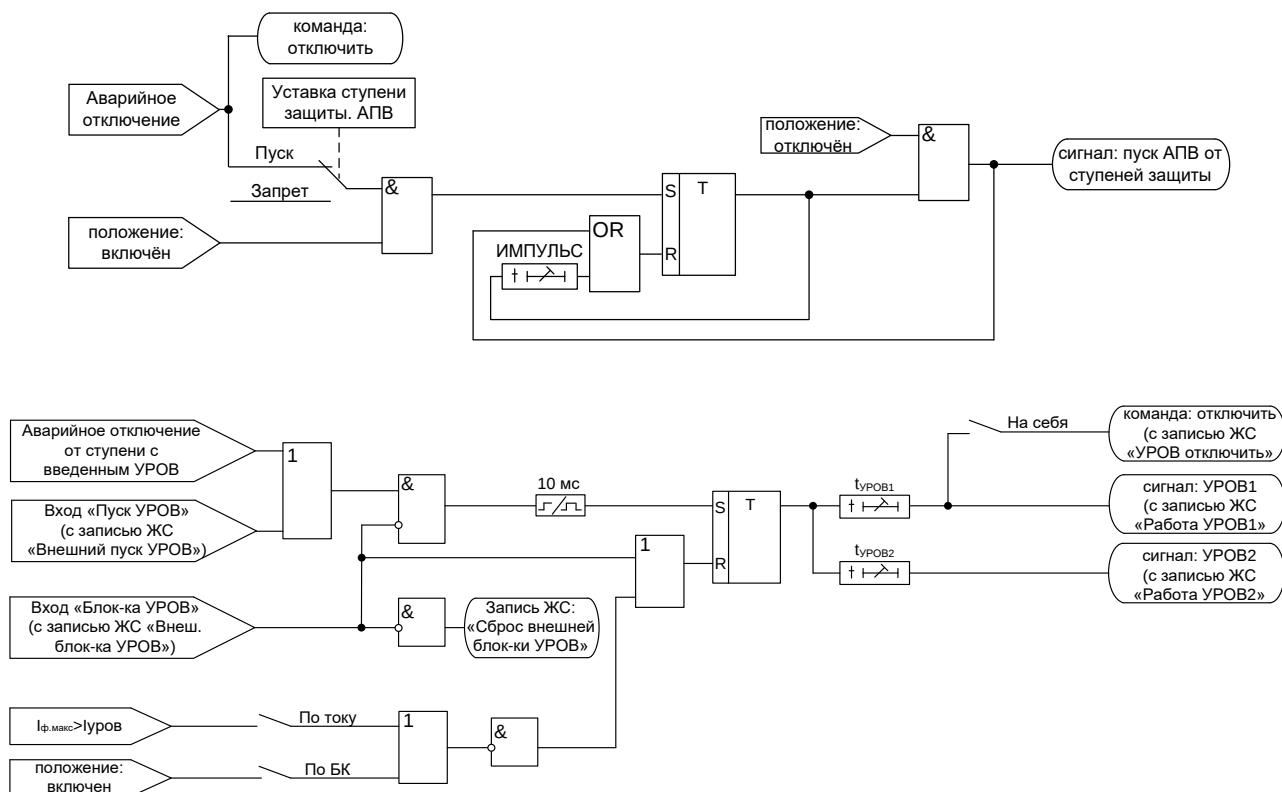

Рисунок 5.5 – Логика работы МР801 при аварийном отключении
1. Выдается команда «отключить» (рисунок 5.5).